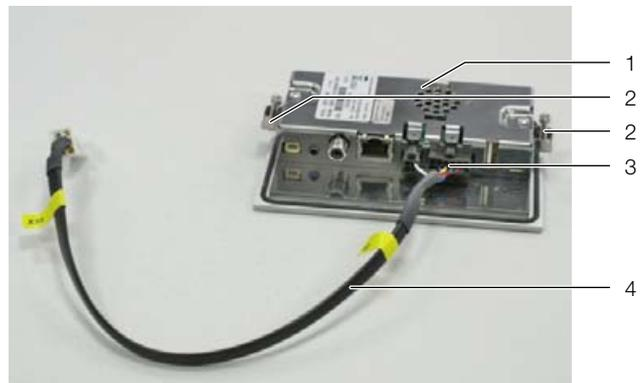

Imagen 36: Preparación de la pantalla
- Inserte los clips de fijación con los tornillos (imagen 36, pos. 2) a izquierda y derecha en la pantalla.
- Conecte el cable de conexión (imagen 36, pos. 4) en la parte inferior de la pantalla (imagen 36, pos. 3).